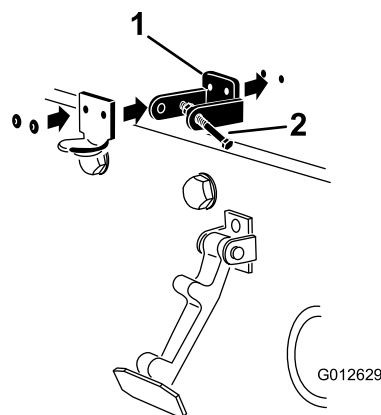

Figura 5
4. În timp ce aliniați orificiile de montare, poziționați pe capotă suportul de blocare CE și suportul clichetului capotei (Figura 5).
6. Nituiți suportul și aibele pe capotă (Figura 5).